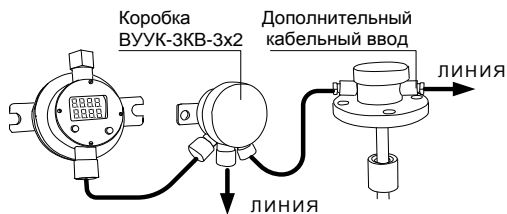

Рисунок 3
- «внешней» системе измерительной СЕНС. При этом, используются дополнительный кабельный ввод преобразователя или коробка ВУУК (рисунок 3), «локальная» и «внешняя» системы объединяются в одну систему. Питание преобразователей – от внешней линии, сигнализатора – от встроенной батареи;